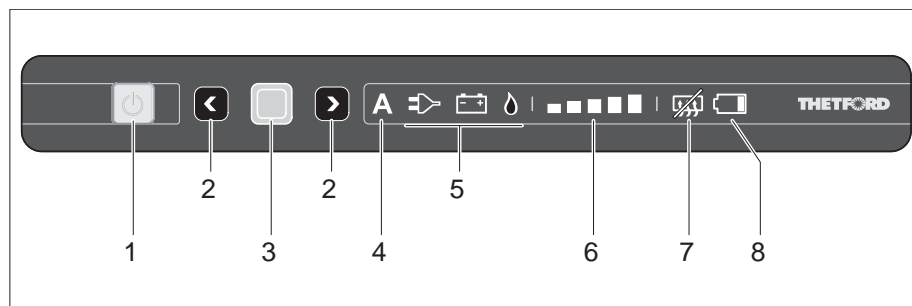

Bild 234 Bedien- und Anzeigeelemente für den Kühlschrank (Thetford ohne SES)
- Den Taster (Bild 234,1) drücken. Der Taster leuchtet grün auf. Taster erneut drücken, um die aktuellen Einstellungen anzuzeigen.
- Den Taster (Bild 234,1) drücken und halten. Alle Lampen erlöschen.
Ist der Automatikbetrieb angewählt, leuchtet im Bedienfeld die Automatikbetriebs-Anzeige (Bild 234,4) und die beste verfügbare Quelle (Bild 234,5).
- Bestätigungstaste (Bild 234,3) drücken und halten. Die Betriebsarten-Symbole (Bild 234,5) beginnen zu blinken.
- Mit den Auswahltasten (Bild 234,2) den Gasbetrieb auswählen und mit der Bestätigungstaste (Bild 234,3) Auswahl übernehmen.
- Mit den Auswahltasten (Bild 234,2) den 230-V-Betrieb auswählen und mit der Bestätigungstaste (Bild 234,3) Auswahl übernehmen.
- Mit den Auswahltasten (Bild 234,2) den 12-V-Betrieb auswählen und mit der Bestätigungstaste (Bild 234,3) Auswahl übernehmen.
- Bestätigungstaste (Bild 234,3) drücken und halten.
Die Betriebsarten-Symbole (Bild 234,5) beginnen zu blinken.
- Bestätigungstaste (Bild 234,3) erneut drücken.
Die Kühlstufenanzeige (Bild 234,6) beginnt zu blinken.
- Mit den Auswahltasten (Bild 234,2) die gewünschte Kühlstufe wählen und mit der Bestätigungstaste (Bild 234,3) Auswahl übernehmen.